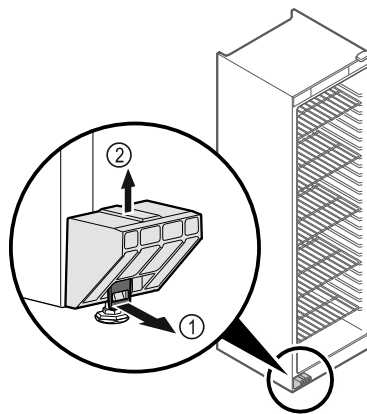

Fig. 4
- ▶ Húzza előrefelé a kötelleget Fig. 4 (1).
- ▶ A szállítási biztosítót Fig. 4 (2) felfelé húzza le.